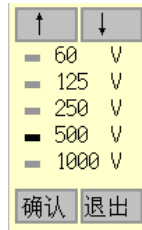

图 7.6 发射电压选择
8、发射电压：发射探头的激励电压，按确认键弹出图 7.6 所示的发射电压选择界面，一共有 5 档，分别为 65V、125V、250V、500V、1000V，发射电压越大，发射能量越强，一般的小构件选择低发射电压，大构件选择高发射电压。默认发射电压为 500V。发射电压的选择与采样周期选则基本一样。